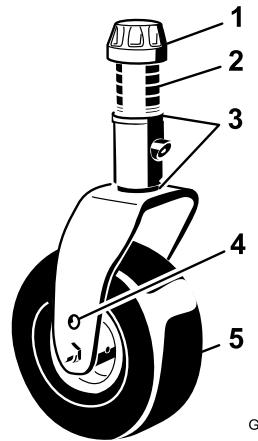

Figura 105
1. Togliete il cappuccio di tensione dall'asse del perno ed estraete il perno dal braccio della ruota orientabile (Figura 105). Riposizionate gli spessori, come opportuno, per sollevare o abbassare la ruota orientabile fino ad ottenere il passo corretto dell'apparato di taglio.